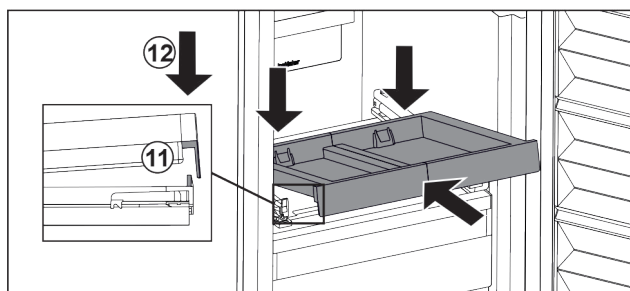

Fig. 22
- Вставити навскоси. Звертайте увагу, щоб з обох боків упор був за накладкою. Fig. 22 (11)
- Витяжну панель опустити спереду. Fig. 22 (12)